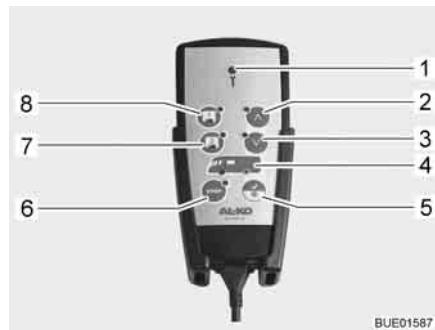

Fig. 15 Telecomando
- Avviare l'accensione. La spia di controllo (Fig. 15,1) si accende brevemente. Se il LED per l'asse posteriore (Fig. 15,4) si accende, il veicolo ha raggiunto il livello di marcia.